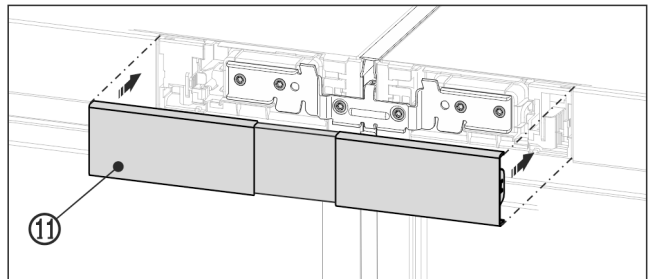

Fig. 24 Représentation à titre d'exemple
- Clipser le cache Fig. 24 (11) supérieur sur l'interstice encore ouvert des deux panneaux du bandeau de commande. Veiller à ce que les parties externes du cache se ferment en affleurant les panneaux du bandeau de commande.